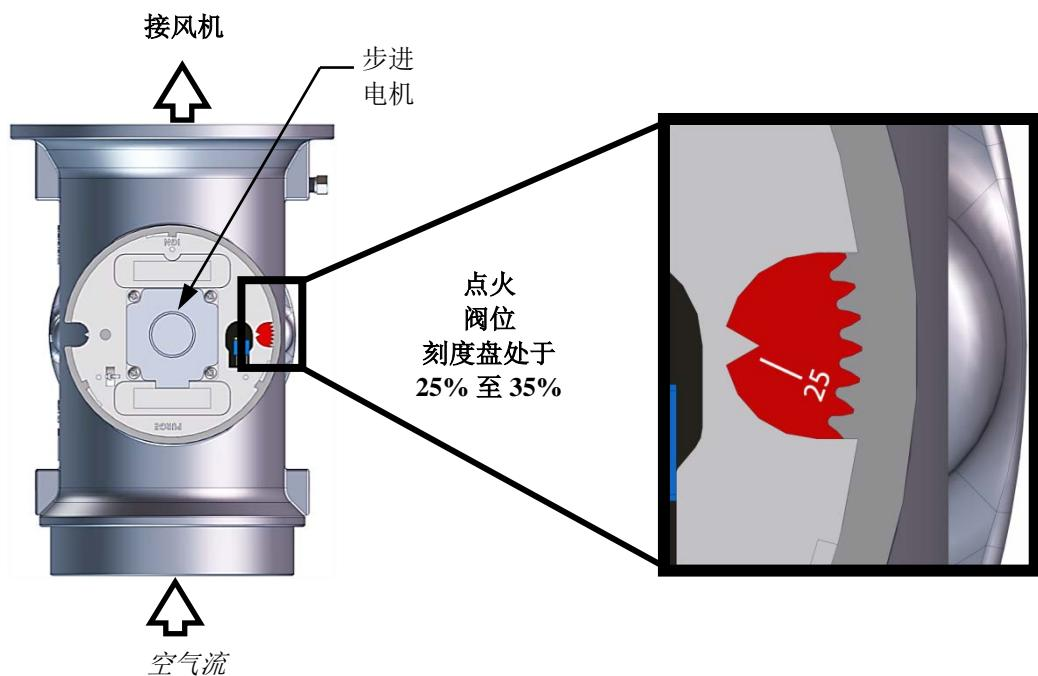

图3-6: 点火位置的空气/燃料阀
- 空气/燃料阀将旋转至低火（点火位置）位置并关闭点火开关。空气/燃料阀（图 3-6）的刻度盘将显示 25 到 35 之间，表示阀门处于低火位置。